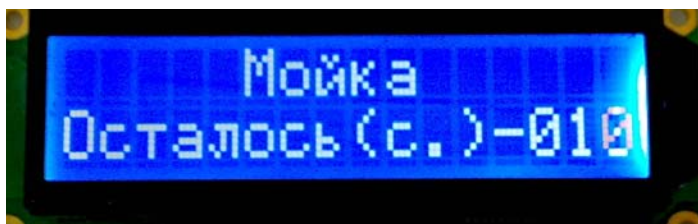

Рис. 7.1.
5.4. Мойка работает по трем программам длительностью 20, 40, 60с выбираемой в зависимости от степени загрязнения колеса. Во время процесса мойки дисплей отображает количество секунд оставшихся до конца выполнения программы (рис. 7.1)